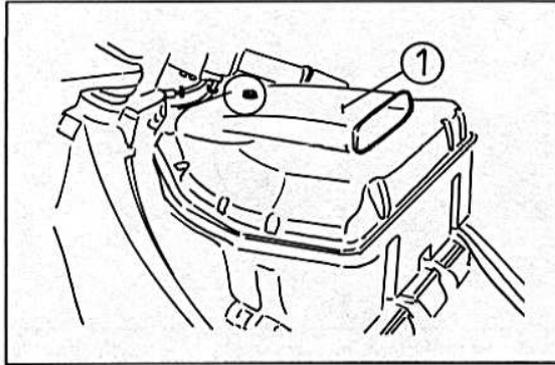

Bild 26
- Das Filterelement herausnehmen (Bild 26).